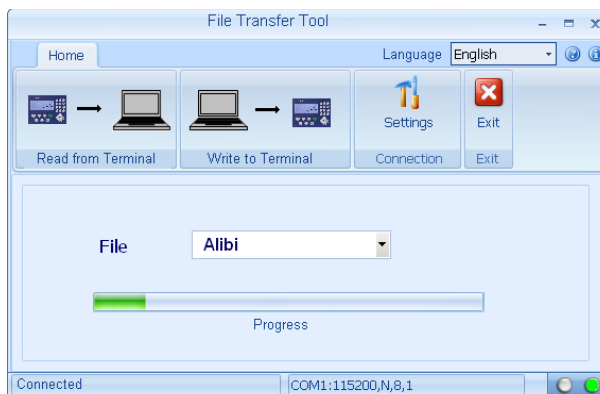

Figura 3-4: Barra di avanzamento trasferimento file
7. Una volta iniziato il processo di trasferimento, sulla scheda **Home** dello strumento di trasferimento file IND246 viene visualizzata una barra di avanzamento (Figura 3-4).